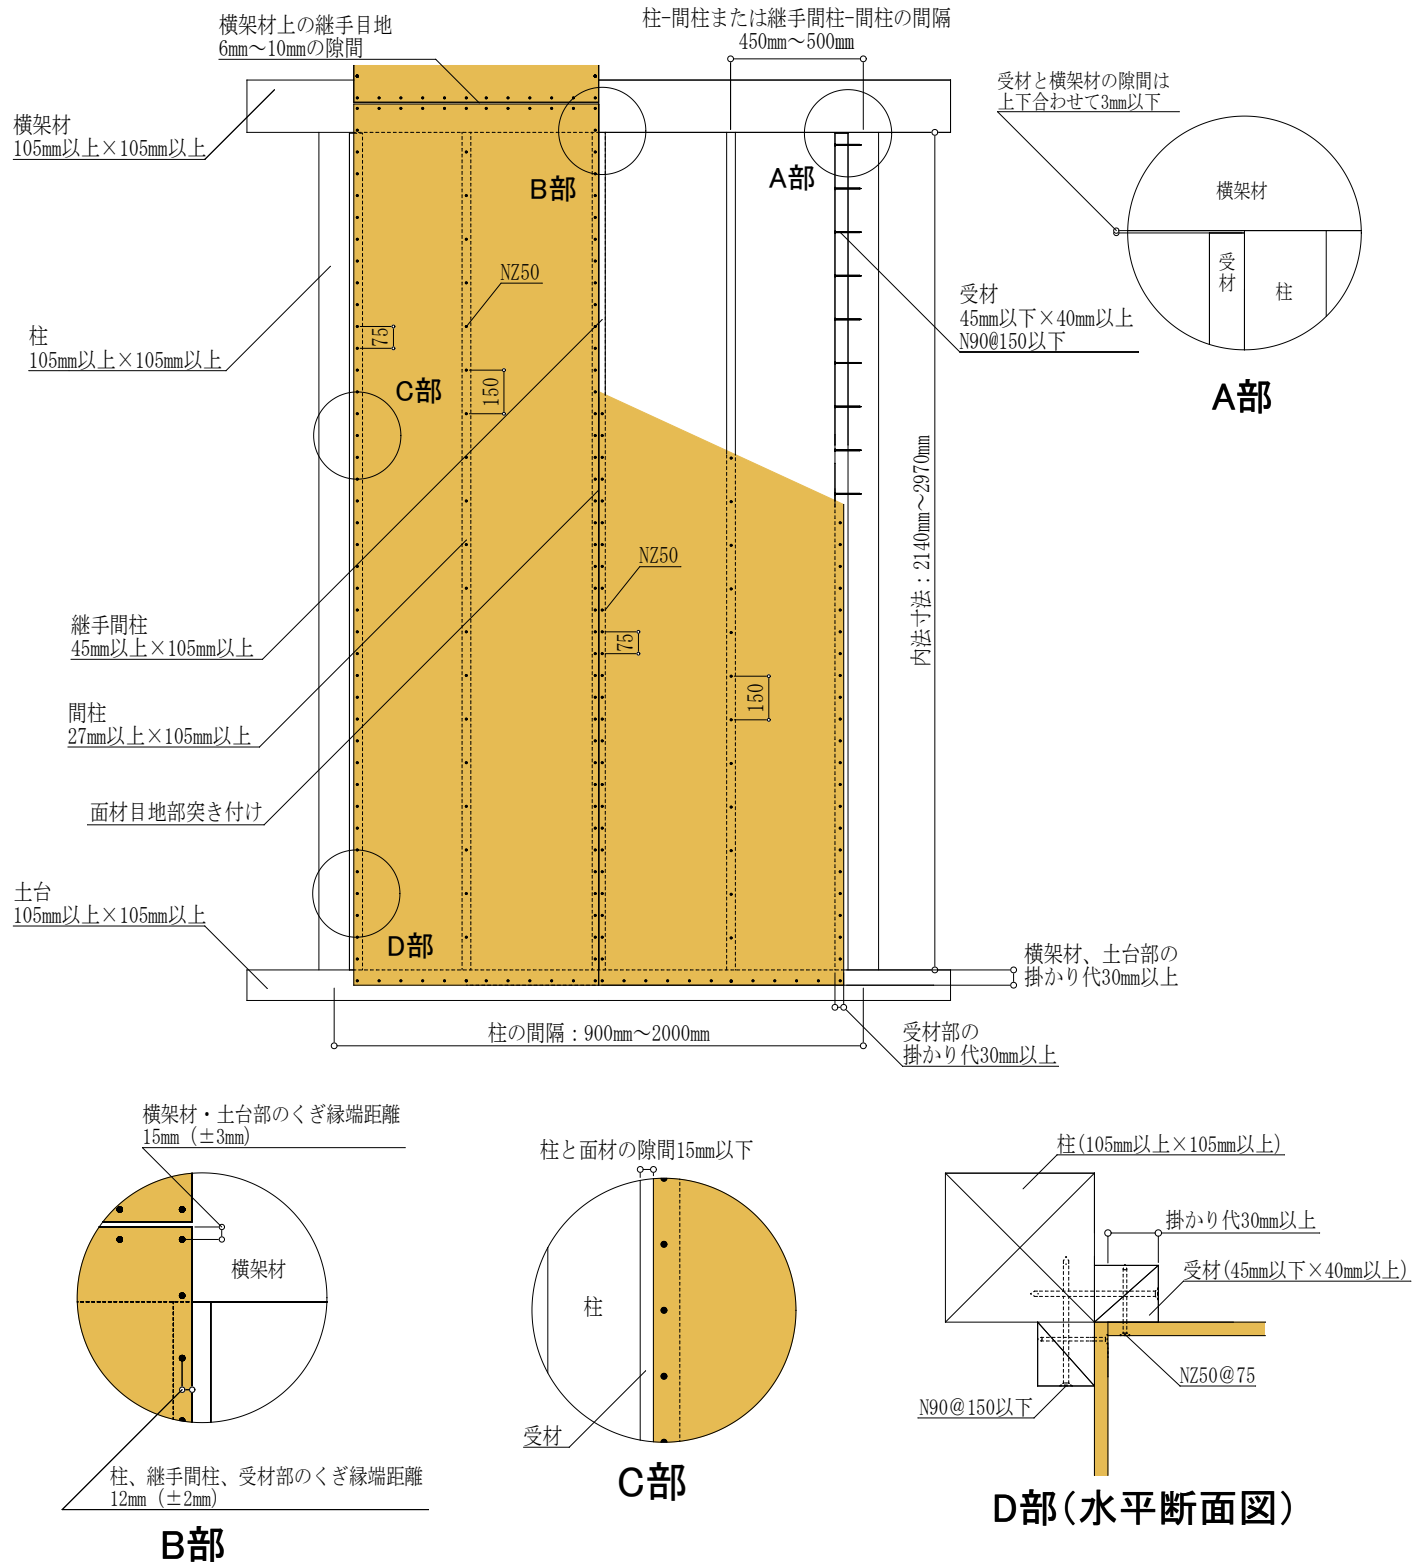

図8 入隅仕様 (FRM-0599 : 2.3倍) 施工概略図 (2Pの場合)
施工においては、図8および注意事項に記載の内容を遵守してください。
- ・タイガーEX ボードは、原則 1 枚張りとします。縦継ぎ張りについては、P24 「⑧縦継ぎ張りについて」をご確認ください。
- ・図 8 は 2P の施工例となっておりますが、1P の場合も耐力壁とできます。